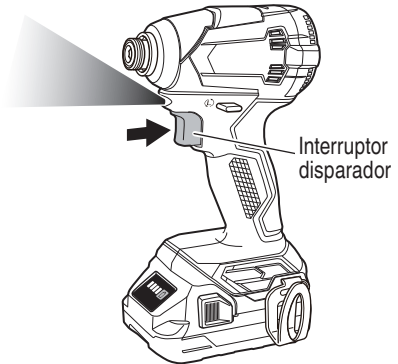

Fig. 13
- Cuando se tira del interruptor, la luz LED iluminará automáticamente la parte de la punta de la herramienta. (Fig. 13)